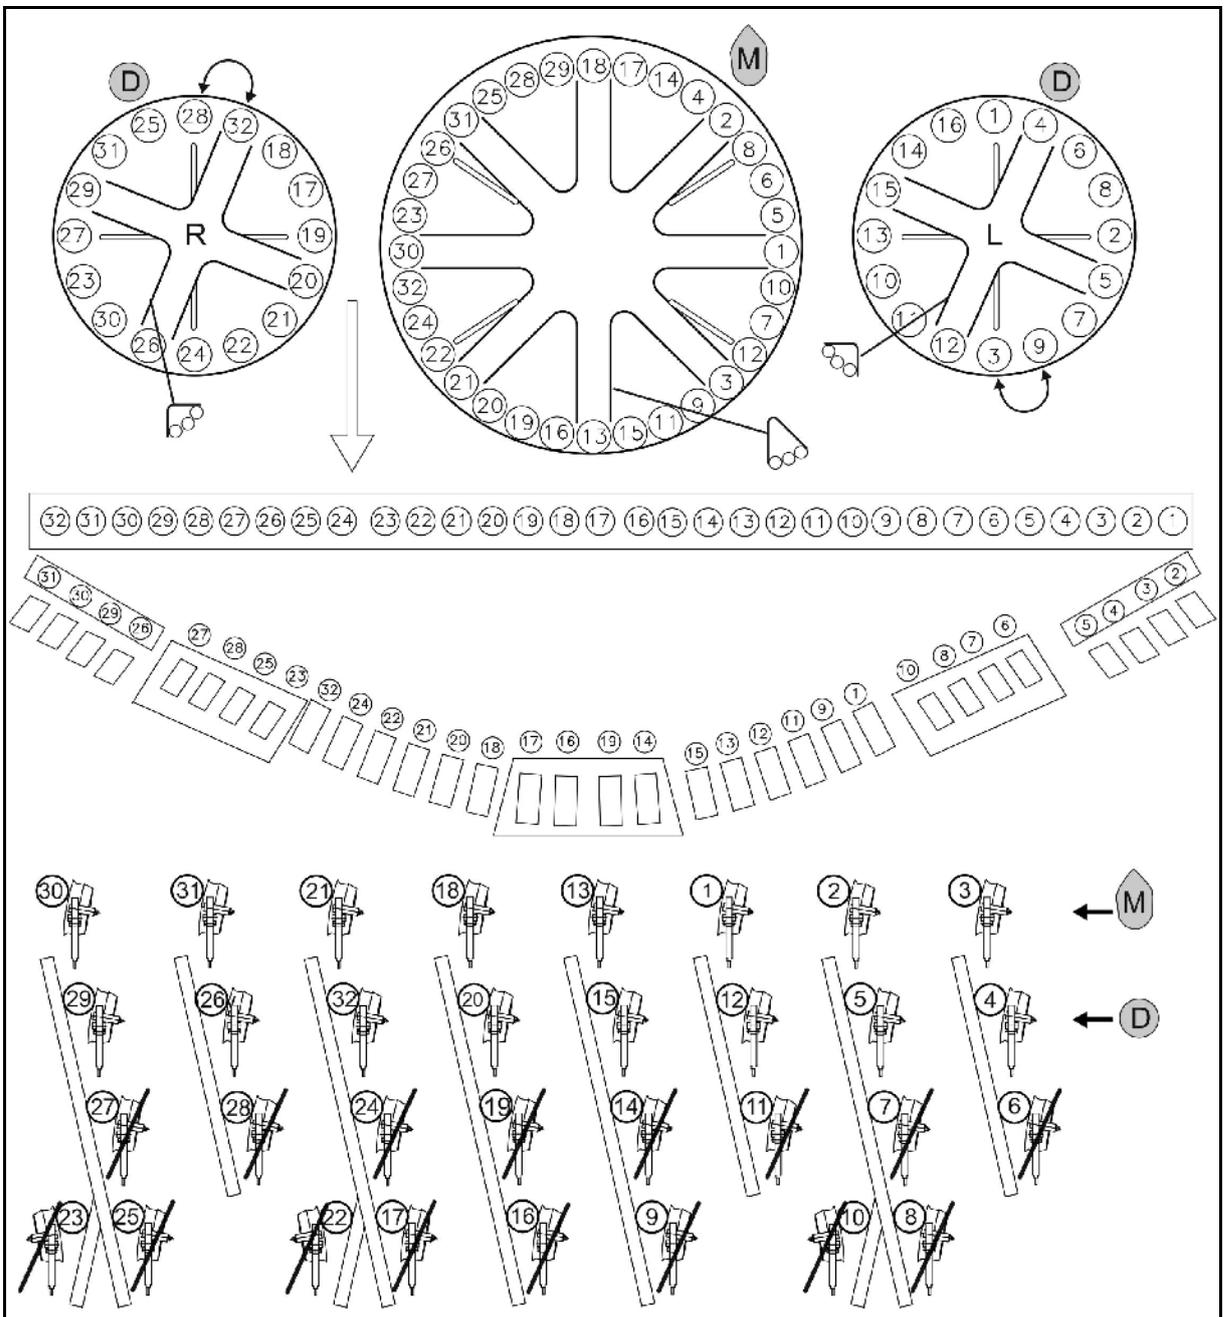

Fig. 50
• Maíz (M): Montar las chapas de cierre  correctamente Fig. 50.
- Abono (D): Montar las chapas de cierre  correctamente Fig. 50.